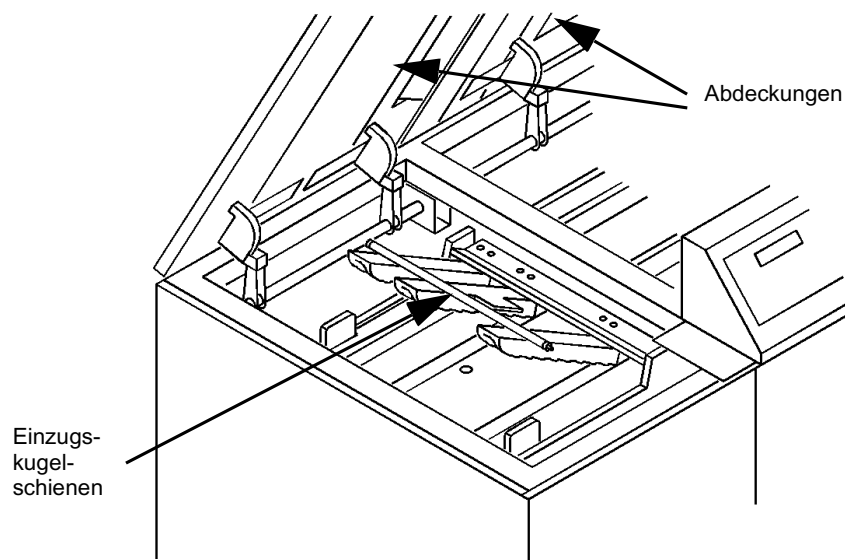

Abbildung 4-1: Obere Abdeckungen und Einzugskugelschienen
- 1 Öffnen Sie die oberen Abdeckungen des FusionPunch II, wie in Abbildung 4-1 gezeigt.
- 2 Klappen Sie die Einzugskugelschienen hoch, wie in Abbildung 4-1 gezeigt. Reinigen Sie den grünen Riemen unter den drei Kugelschienen, den Sensorreflektor und den Sensor (unter dem Loch in der Trägerplatte) mit Isopropylalkohol und einem sauberen, fusselfreien Tuch. Sehen Sie nach, ob sich unter der Trägerplatte Papierstaub oder Toner angesammelt hat.